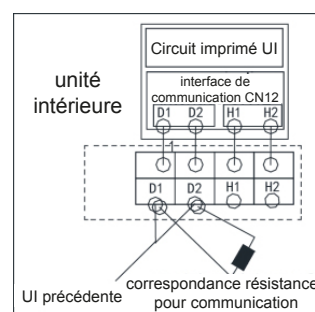

Fig 5.3.2
- 5) Pour une communication plus fiable, s'assurer de connecter la résistance de borne à l'UI la plus en aval du bus de communication (bornes D1 et D2), comme indiqué sur la fig 5.3.2, la résistance de borne est fournie avec chaque UE.